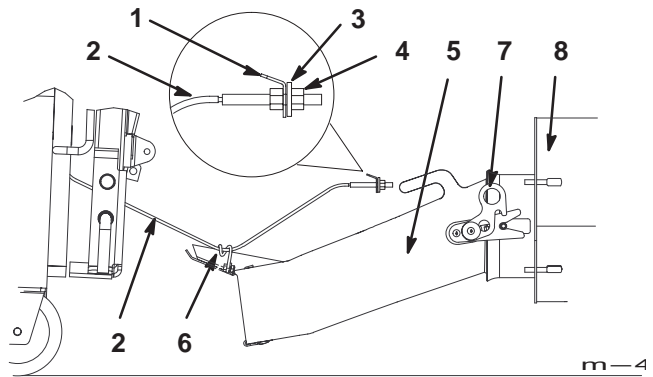

Figure 43
4. Relevez le siège et déverrouillez la boîte à air de chaque côté de l'entrée de la soufflante (Fig. 43).
5. Sortez la boîte du carter de soufflante et posez-la sur le sol (Fig. 43).
6. Tirez ou poussez la boîte à air pour la sortir de sa position entre le plateau de coupe et la roue motrice (Fig. 43).
3. Relevez le siège pour accéder à la boîte à air et la diriger dans le carter de soufflante. Vérifiez que les verrous de la boîte s'enclenchent bien de chaque côté du carter de soufflante (Fig. 43).
4. Passez à gauche, devant la roue motrice, soulevez la boîte à air et enroulez le câble, dans le sens anti-horaire, autour du guide-câble (Fig. 43).